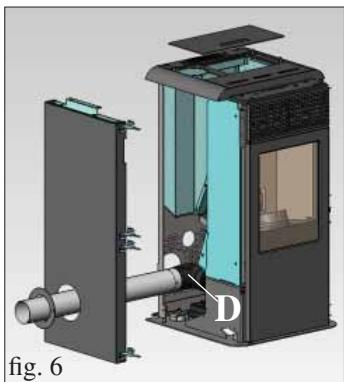

fig. 6
Montare il gomito di raccordo con fascetta forniti in dotazione sul bocchettone della chioccia fumi (D - fig. 6).
Asportare il diaframma pretagliato dal fianco in lamiera laterale per consentire il passaggio del tubo uscita fumi (non in dotazione) (fig. 6).
Verificare l'allineamento verticale dei fianchetti in ceramica (C) ed effettuare eventuali regolazioni tramite le viti poste sopra il top (V - fig. 5) e all'interno della stufa tramite le viti (R - fig. 6/7).
N.B.: prima di effettuare l'operazione togliere il pannello zincato (Z - fig. 6/7) su entrambi i lati e allentare le viti di bloccaggio (T - fig. 6/7).